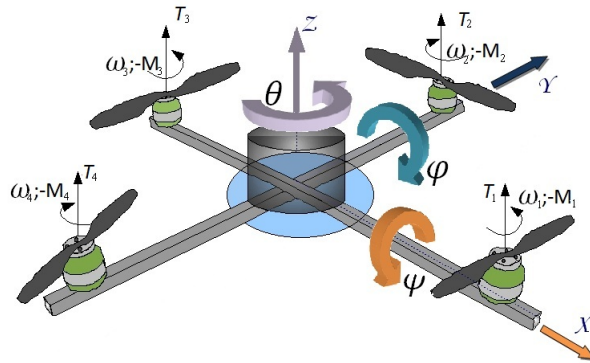

Figura 1.1: Esquema general de un cuadricóptero
El esquema general de un cuadricóptero se puede apreciar en la figura 1.1. Se compone de dos ejes perpendiculares, en cuyos extremos se ubican los propulsores (motores y hélices). En la figura 1.1 también se observan las velocidades angulares de los motores (ω), así como las fuerzas (T) y torques (M) producidos por ellos. Tanto los torques como las fuerzas de los propulsores dependen de la velocidad angular de las hélices. Por dicho motivo, lo que se busca es actuar sobre los motores, variando su velocidad angular para realizar las distintas acciones de control.